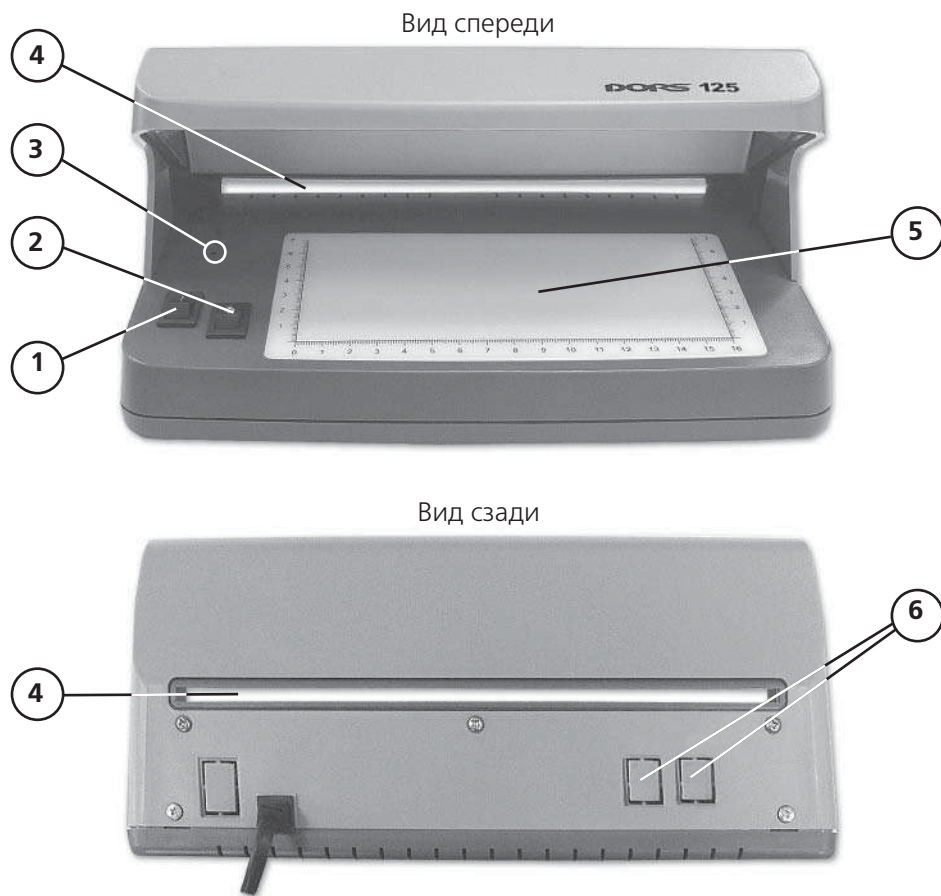
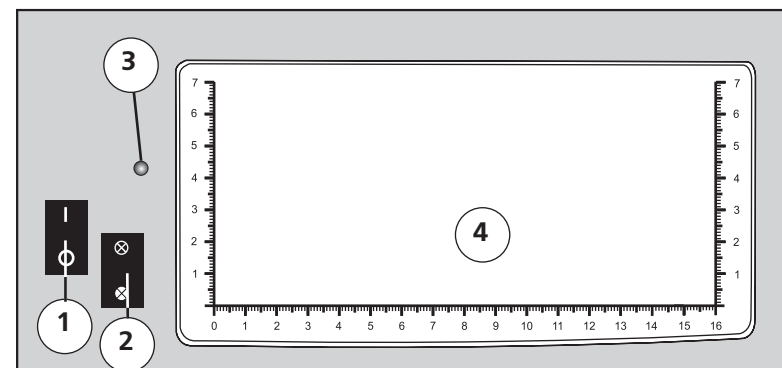

Рис. 1
Рис. 2.
1. Подключите прибор к сети (220 В, 50 Гц). При этом начнёт светиться индикатор подключения к электрической сети (рис. 1, поз. 3). Включите прибор нажатием клавиши выключателя **«Сеть»** на передней панели (рис. 1, поз. 1) – просмотрная зона (рис. 2, поз. 4) осветится синим или белым светом, в зависимости от положения переключателя "УФ/белый свет".
3. С помощью переключателя "УФ/белый свет" на передней панели прибора (рис. 2, поз. 2) выберите необходимый режим работы: